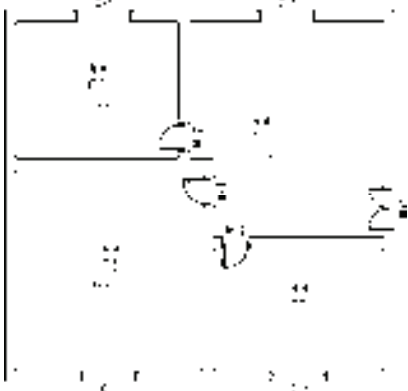

图 7-14 修改结果
3) 按〈Enter〉键可完成房间排序操作,结果如图7-14所示。